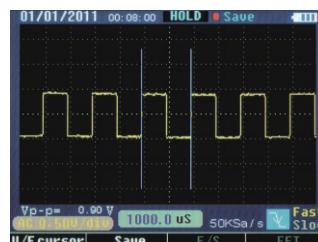

图 2-11-2
- 时间光标：时间光标在显示屏上以垂直线出现，可测量水平参数，结果数值显示在屏幕下方：图 2-11-2。